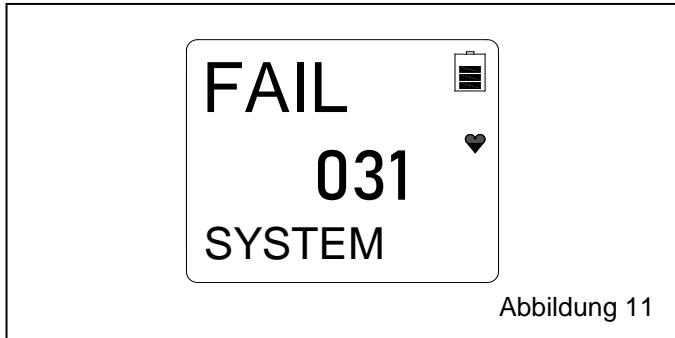

Abbildung 11
3.4.6.1 Wenn ein Systemfehler auftritt, zeigt der Systemfehler-Bildschirm einen ähnlichen Fehlercode wie in Abbildung 11 an.
3.4.6.2 Wenn für System Failure (Systemfehler) ein anderer Fehlercode als 031 angezeigt wird, wie in Abbildung 11 dargestellt, kann das Instrument nicht